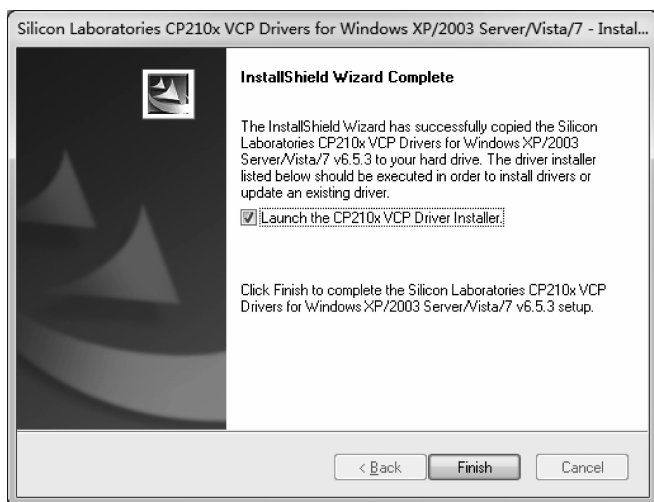

图 1.12 驱动安装完成界面
(5) 单击 Install 按钮,之后等待驱动安装完成并单击 Finish 按钮即可,如图 1.12 所示。